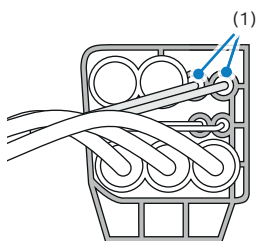

Imagen 4
16. Retire los bornes (1) de la cámara 1 y de la cámara 2 (Imagen 4)